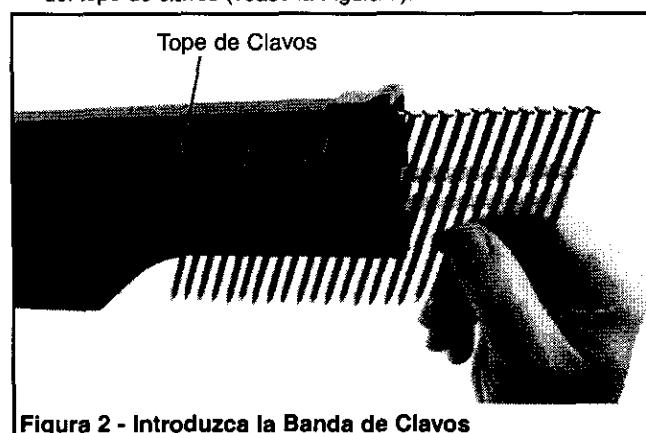

Figura 2 - Introduzca la Banda de Clavos
- Introduzca una o dos bandas de clavos en la ranura ubicada en el extremo del depósito. Aliente la(s) banda(s) más allá del tope de clavos (véase la Figura 2).